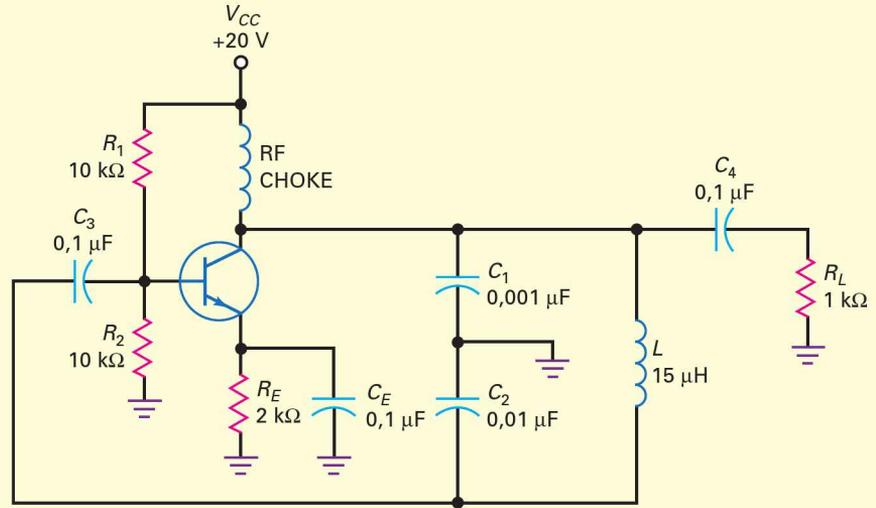

Figure 21.20
Sur la figure 21.20, quelle est la valeur de la fréquence d'oscillation ? Quel est le taux de réaction ? Quel doit être le gain en tension pour amorcer les oscillations ?
21.3 Avez-vous compris ? Sur la figure 21.20, quelle valeur doit prendre l'inductance de $15 \mu\text{H}$ pour que la fréquence d'oscillation en sortie soit de 1 MHz ?
Si, dans la figure 21.20, 50 pF sont ajoutés en série avec l'inductance 15 μH , le circuit devient un oscillateur Clapp. Quelle est la fréquence des oscillations ?